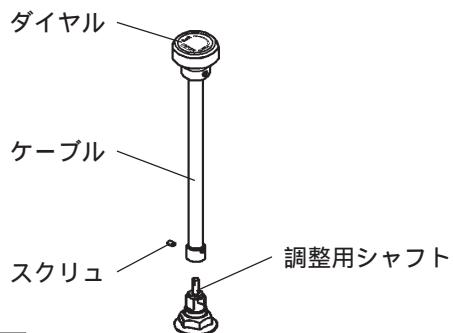

図4-5
6. 減衰力調整ケーブル(同梱品)をリアダンパーASSY先端の調整用シャフトに取付けてください。(図4-5)
スクリュの締付けは六角レンチ(1.5mm・同梱品)を使用してください。(図4-5)